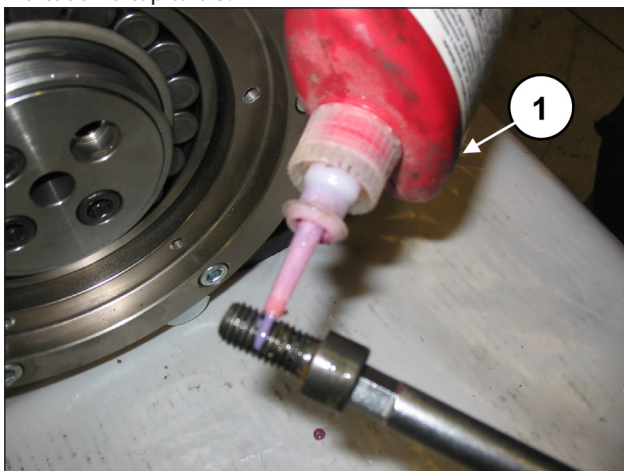

Fig. 88
Aplique o LOCTITE 243 nas roscas dos parafusos M12x25 (pos. ①, Fig. 88).